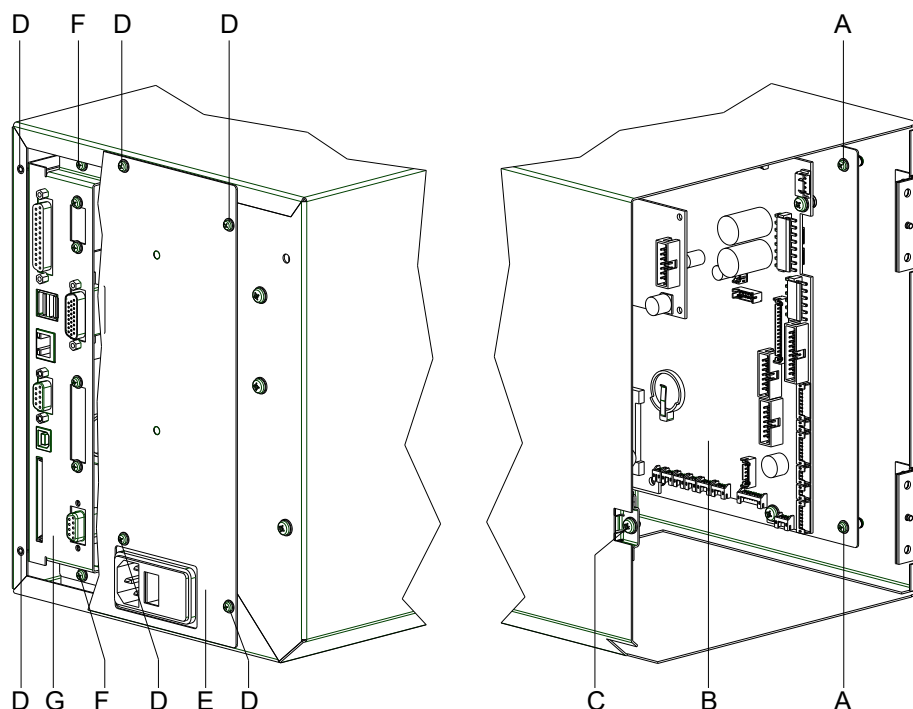

Figure 11
1. Insérer la plaque de connexion (G, Figure 11) avec les deux cartes imprimées dans la mécanique d'impression.
2. Fixer la plaque de connexion avec les vis (F, Figure 11).
3. Adapter toutes les connexions de la carte CPU (B, Figure 11) selon le schéma de câblage (voir le chapitre 9.1, page 65).
4. Monter à nouveau la coiffe (E, Figure 11) avec les vis (D, Figure 11).
5. Fermer prudemment le couvercle et le fixer avec la vis (C, Figure 11).